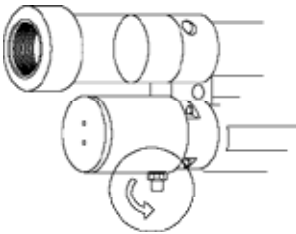

Abb. 7a
- 1) schrauben Sie einfach die Kappe der Antiblockiereinrichtung (C) ab, indem Sie auf das darunter liegende Zahnrad zugreifen (Abb. 7a);